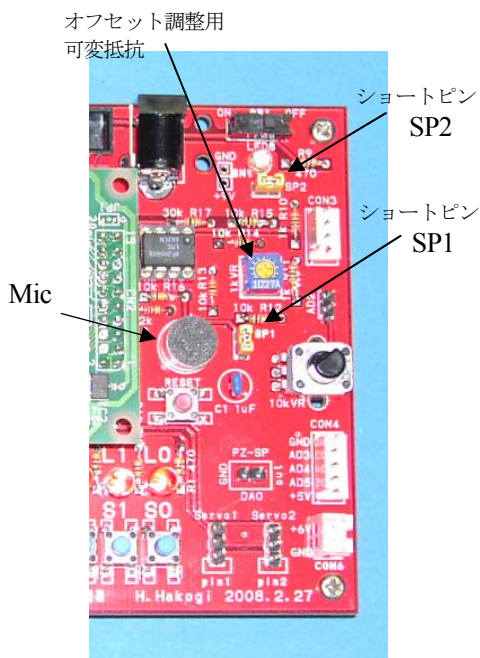

図 6 MIC 周辺回路拡大図
- 1) マイコン実験ボードの MIC 回路部周辺の拡大写真を図 6 に示します。